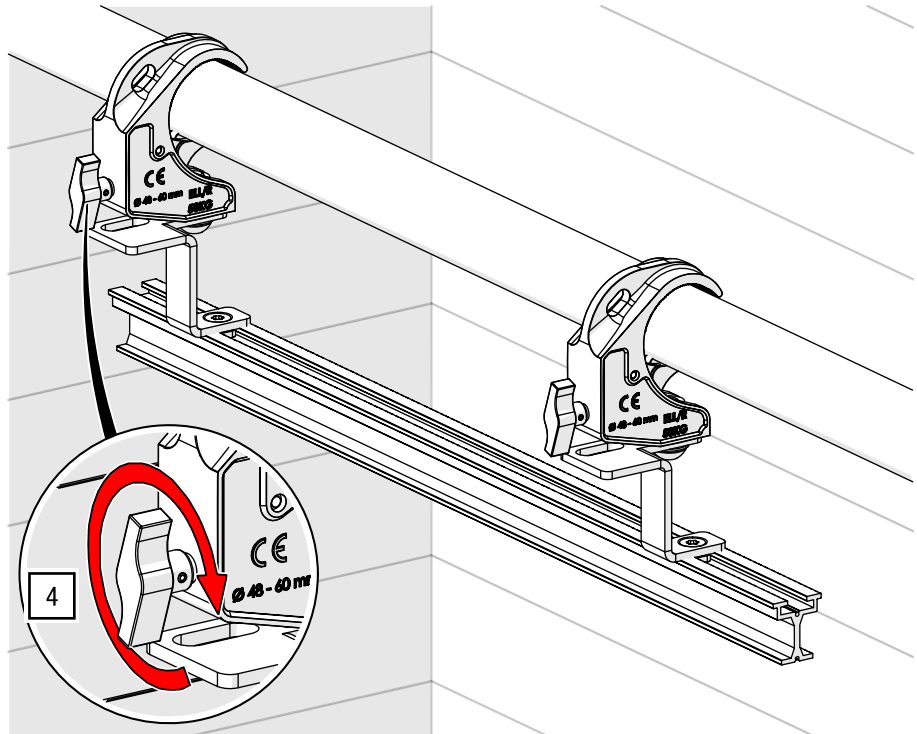

Abb. 66: G-CLAMP – auf Rohr befestigen
4. Befestigen Sie die G-CLAMP handfest am Rohr (siehe Abb. 66).